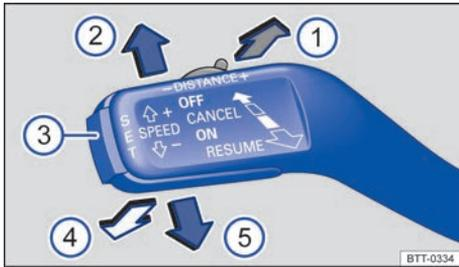

Fig. 157 En el lado izquierdo de la columna de dirección: palanca de mando del ACC.
Si, con una velocidad guardada de, p. ej., 76 km/h (47 mph), se presiona la palanca → **fig. 157** *brevemente* hasta la posición **SPEED** + ②, la velocidad aumenta hasta el siguiente valor superior de 10 km/h (5 mph), es decir, en este ejemplo a 80 km/h (50 mph). La velocidad solo volverá a aumentar en pasos de 10 km/h (5 mph) cuando se vuelva a presionar la palanca *brevemente* hasta la posición **SPEED** + ②.